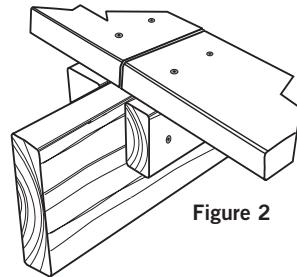

Figure 2
**Vis ou clous :** Nous recommandons d'utiliser des vis pour planches en matériau composite de 2 1/2 po, résistantes à la corrosion. Ces vis aider à minimiser le gauchissement des planches qui se produit parfois avec des vis ordinaires. Elles peuvent aussi permettre de réduire les travaux de préperçage et de contre-perçage. Si vous utilisez des vis à planche à filet normal, percez toujours des trous au préalable dans les planches. Les vis doivent affleurer avec les planches Latitudes. Ne serrez pas trop. Utilisez deux vis par planche, à chaque solive. Lorsque deux planches sont aboutées au niveau d'une solive, ajouter des blocs de soutien supplémentaires (Figure 2). Percez toujours des trous au préalable à l'extrémité des planches lorsque vous utilisez des vis pour matériau composite ou à bois. Évitez de trop serrer les vis à l'extrémité des planches.